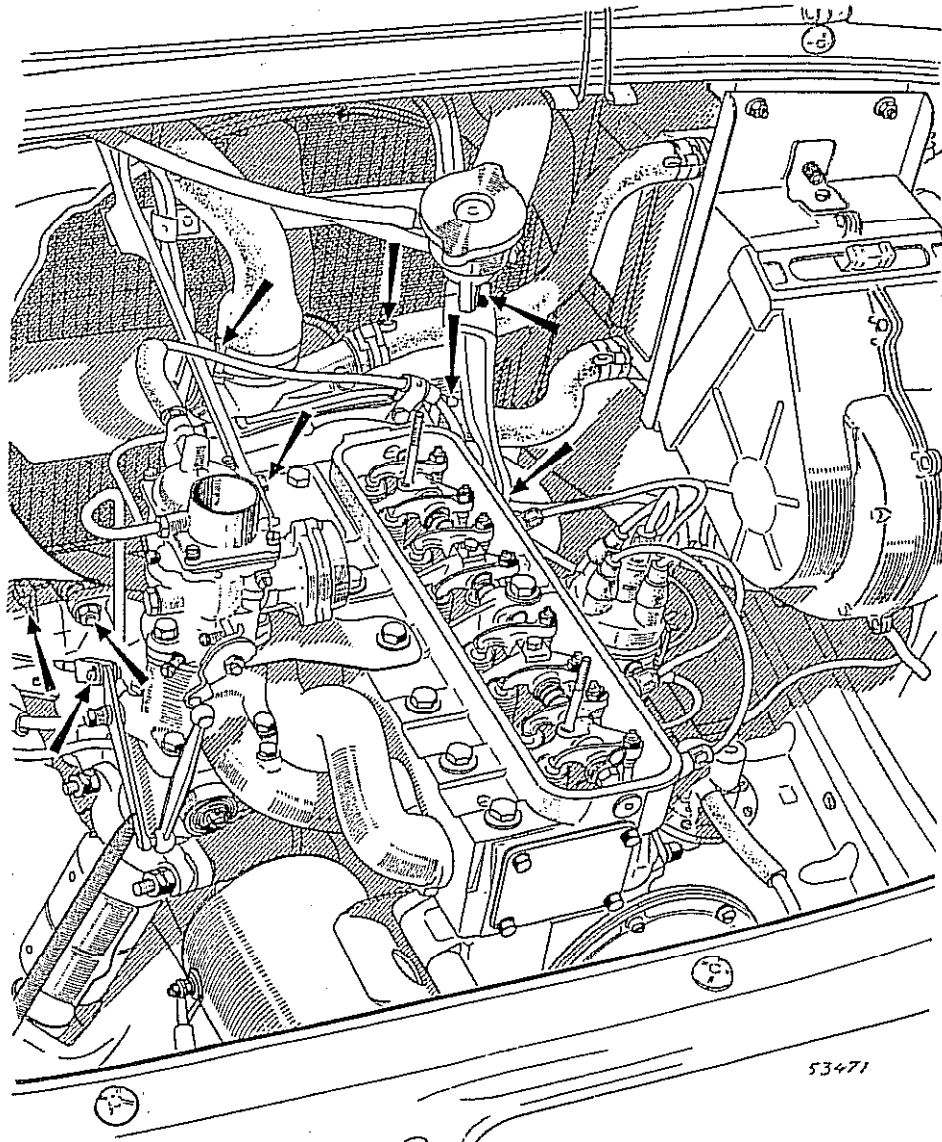

Fig. 126
**Desmontaje del radiador.** Proceder según se indica (Fig. 126).